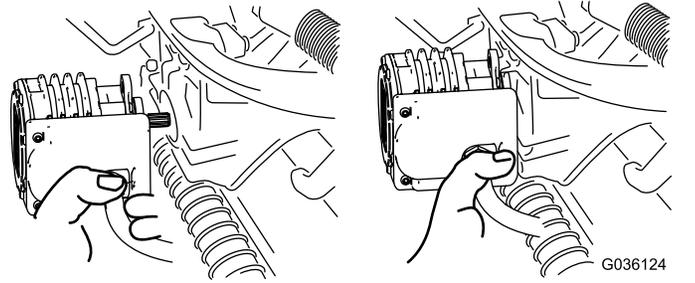

Figure 62
4. Amenez le moteur à la position de rangement sur l'avant du bras de suspension (Figure 62).